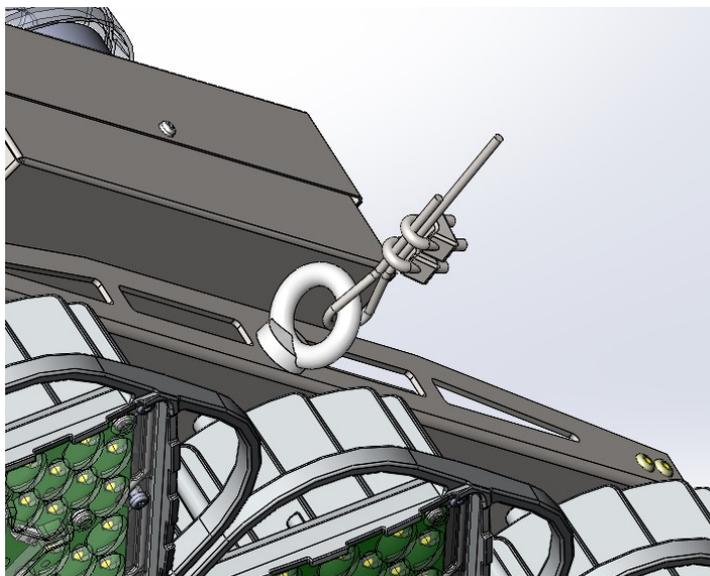

Рис.4
5.7 Место установки страховочного троса показано на рис. 4.